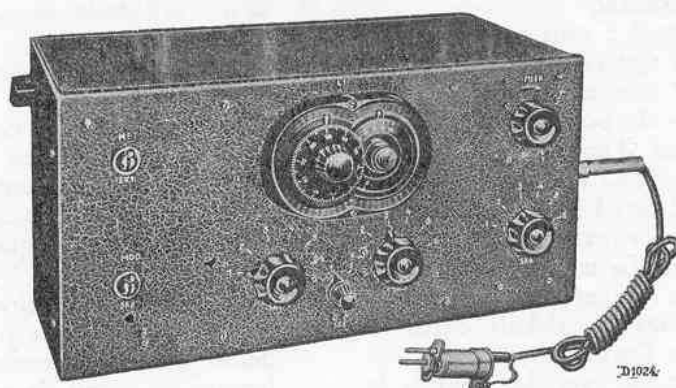

Fig. 2
1. d'un oscillateur service (G.M. 2880, fig. 2), d'une antenne artificielle pour 200—3000 m. (200 μ F, 20 μ H et 25 ohms) et d'une antenne artificielle pour 14—200 m. (400 ohms).